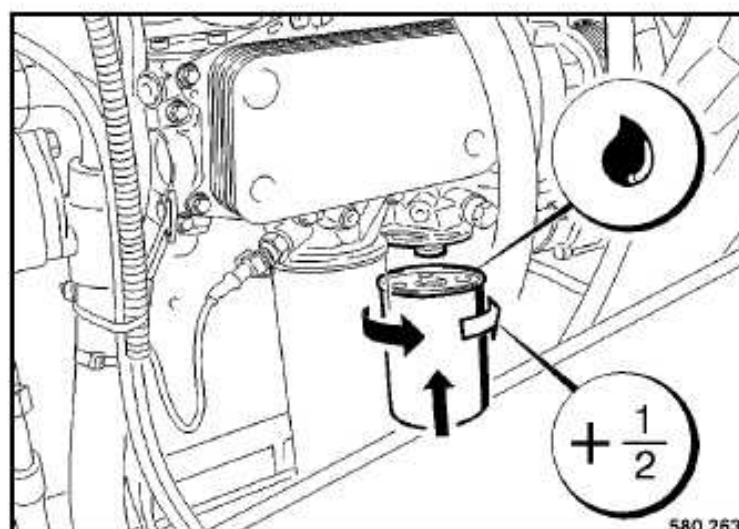

Fig. 132
- Untar la junta de goma del nuevo cartucho filtrante ligeramente con aceite (Fig. 132).